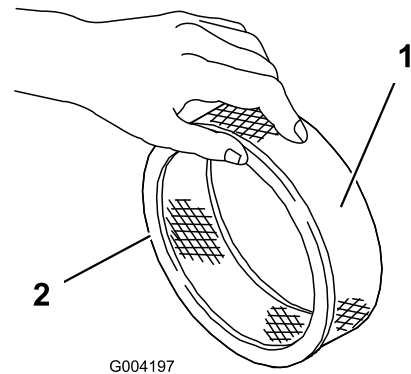

Figura 28
5. Inspeccione el elemento de papel por si estuviera roto, tuviera una película aceitosa o la junta de goma estuviera dañada (Figura 28).
1. Deslice cuidadosamente el prefiltro de gomaespuma sobre el elemento de papel (Figura 28).